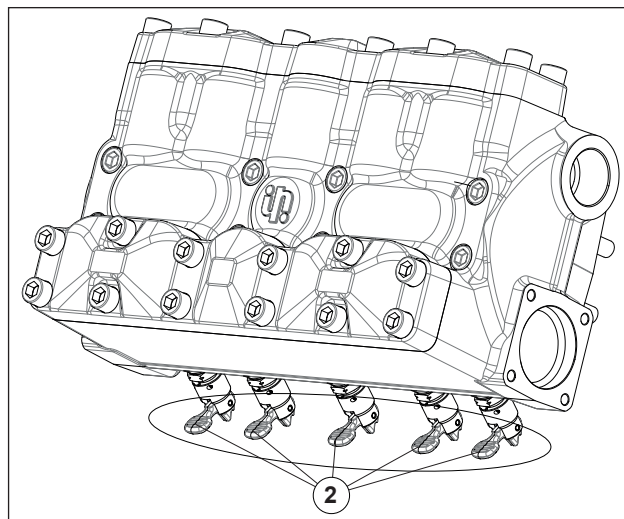
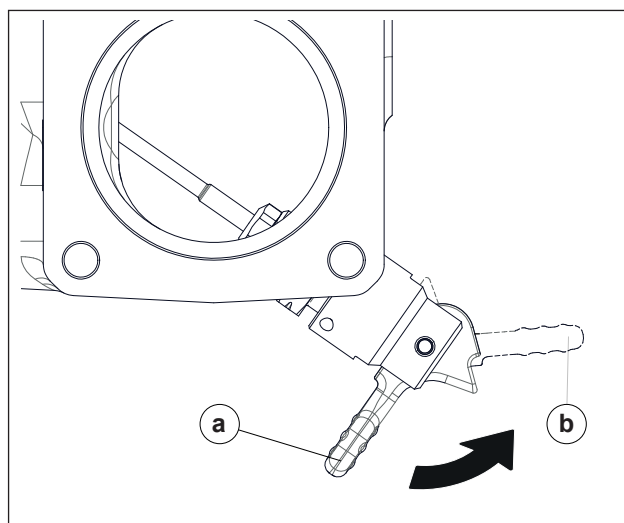

Fig. 11
Fig. 12
In caso di stoccaggio prolungato o inattività per lungo periodo occorre ripristinare il corretto funzionamento delle valvole di aspirazione aprendo i tre dispositivi alzavalvola (vedere pos. ② Fig. 11). Accertarsi di aver richiuso le valvole prima dell'avviamento della pompa. Per le posizioni (a) di "valvola chiusa - posizione di lavoro" e (b) di "valvola aperta - posizione di riposo" vedere Fig. 12.